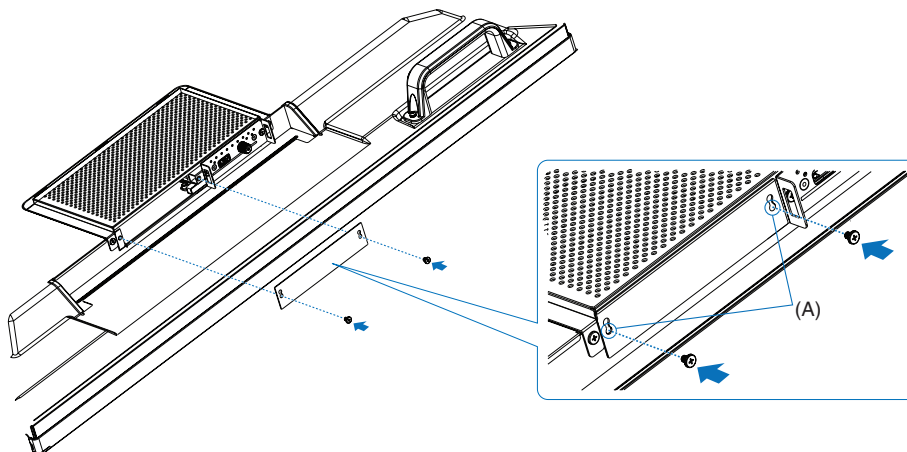

Figura 3
6. Para cerrar la abertura de la ranura que no utilizó, vuelva a colocar la TAPA DE LA RANURA (① o ②) con los tornillos quitados (Ver **Figura 1**). Cuando coloque la TAPA DE LA RANURA ① o ②, use los orificios (A) que se muestran a continuación en la TAPA DE LA RANURA (**Figura 3**).